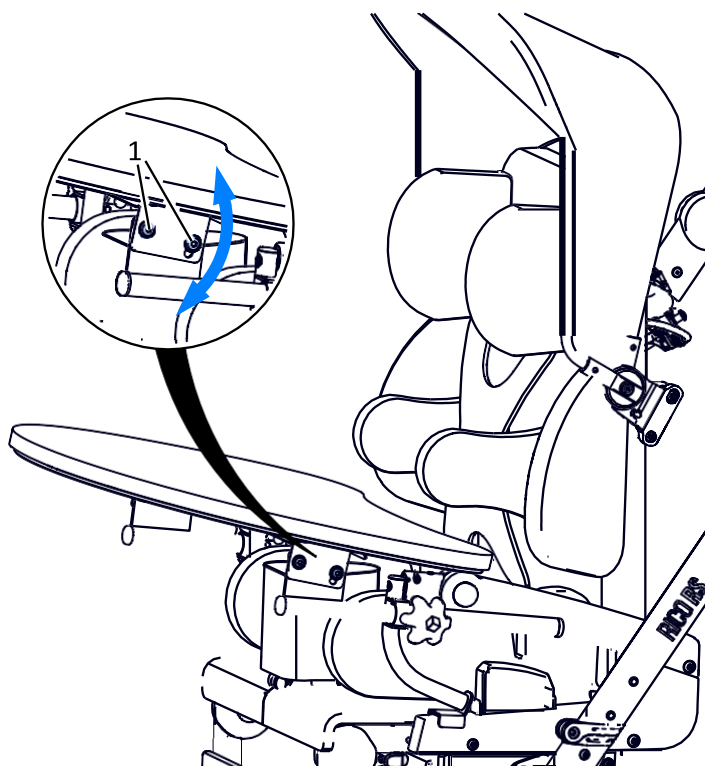

Fig. 33
La regolazione dell'angolo di inclinazione del tavolino Fig. 33 viene effettuata svitando le viti (1), situate sopra gli adattatori del tavolino, sotto il piano del tavolino. Dopo aver raggiunto l'angolo di inclinazione desiderato, serrare le viti. Le viti di regolazione si trovano sia sul lato sinistro, che su quello destro del tavolo.